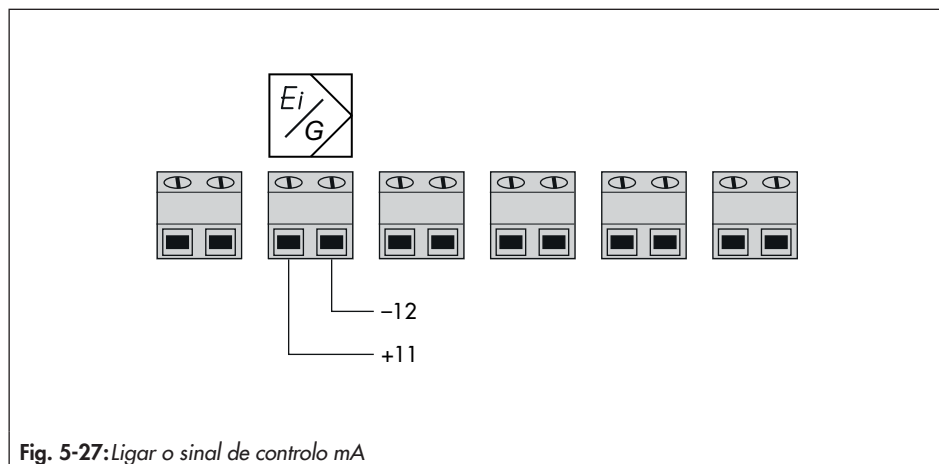

Fig. 5-27: Ligar o sinal de controlo mA
- Ligue a energia elétrica (sinal mA) como ilustrado em Fig. 5-27.